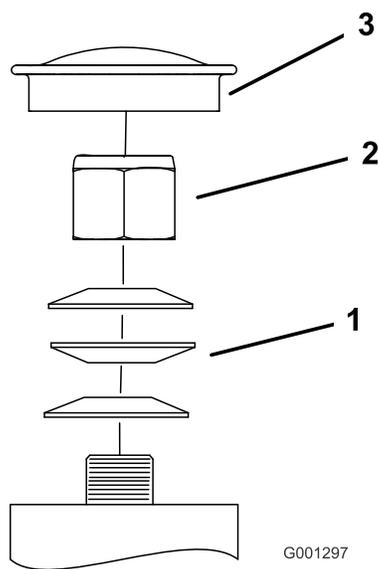

Figure 56
3. Retirez le capuchon anti-poussière de la roue pivotante et serrez le contre-écrou (Figure 56).
4. Continuez de serrer le contre-écrou jusqu'à ce que les rondelles élastiques soient aplaties, puis desserrez-le de 1/4 de tour pour obtenir la précharge correcte des roulements (Figure 56).
Important: Veillez à placer les rondelles comme illustré (Figure 56).
5. Remettez le capuchon anti-poussière en place (Figure 56).